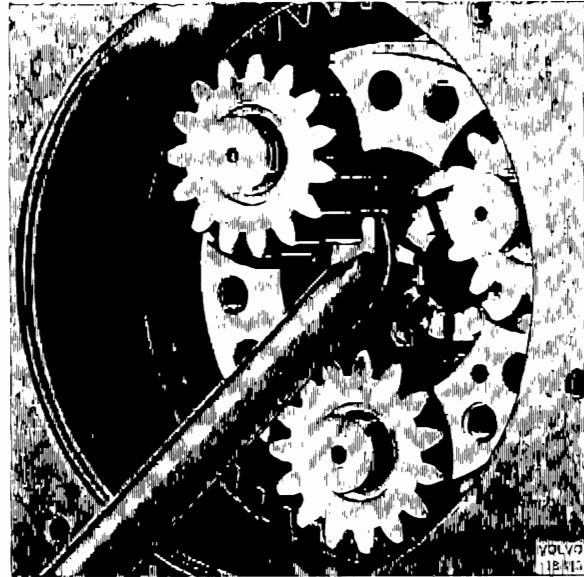

Bild 48. Borttagning av hjul
7. Ställ vinschen på högkant. Ta bort brickorna på planethjulen och bryt ut dem med 2337. Ta bort nållagren och brickorna på axlarna. Bild 48.